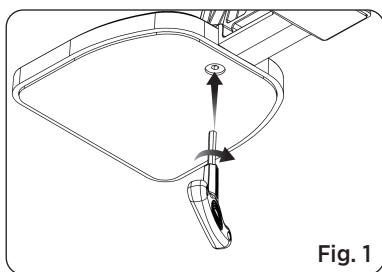

Fig. 1
1. Richten Sie die Anti-Fall-Befestigungsschrauben am Befestigungsloch aus und verwenden Sie den Schlüssel, um die Schleifbasis fest am Hauptstützrahmen zu befestigen (Siehe Fig. 1).